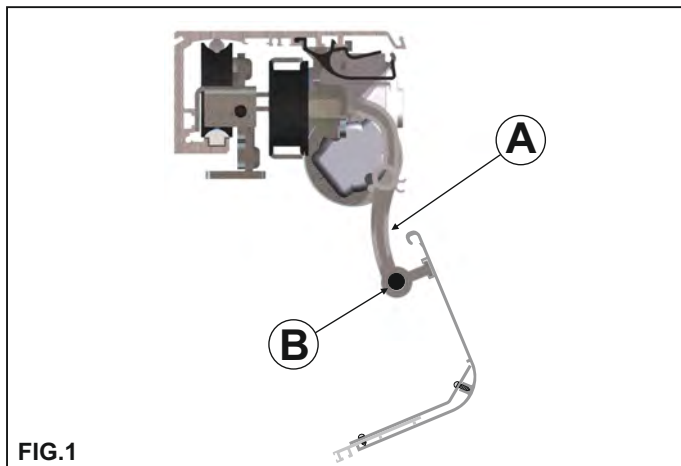

FIG.1
Para retirar completamente la carcasa de la automatización pulse en la parte terminal de los espárragos (B) presentes en las articulaciones de sostén y extráigalos tirando desde la parte opuesta (FIG. 1). Sostenga manualmente la carcasa antes de extraer el espárrago.